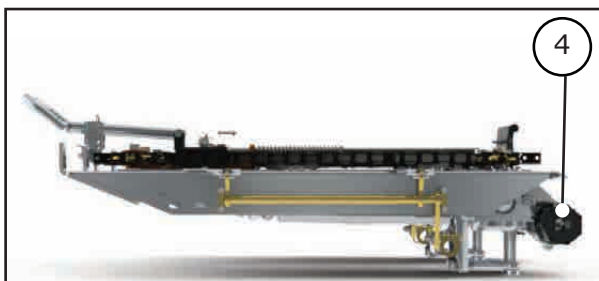

Figura 38
- Embreagem Linha - Indicação (4), figura 38